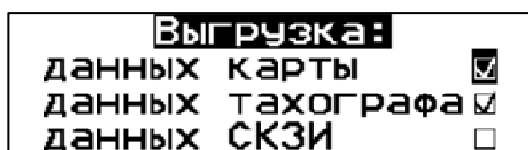

Рисунок 2.22. Выбор данных для выгрузки по USB
- выбрать один или несколько источников данных для выгрузки: данные карты, данные из памяти тахографа и архив СКЗИ (см. рисунок 2.22)